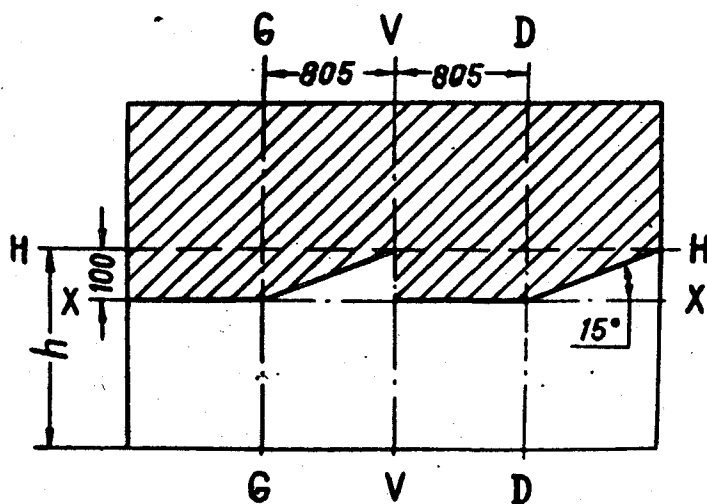

Рис. 120. Разметка экрана для регулировки фар:
4. Включить ближний свет и, закрыв одну из фар, установить другую регулировочными винтами так, чтобы световое пятно на стене или экране было расположено, как показано на рис. 120.